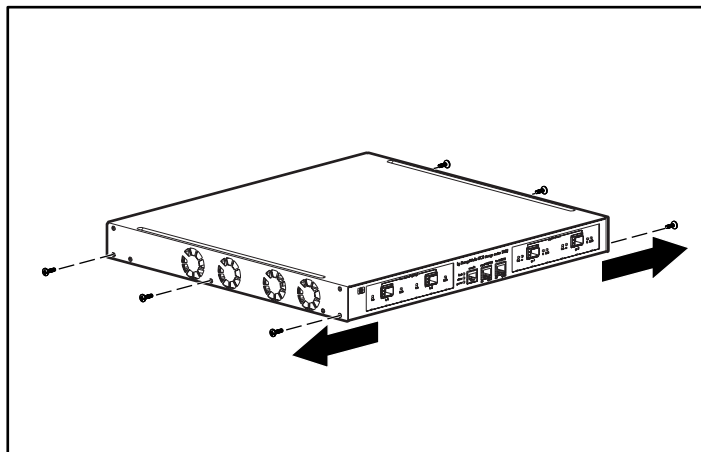

Figure 9 : Retrait des vis
5. Retirez toutes les vis (6 au total) de chaque côté du châssis (reportez-vous à la Figure 9).